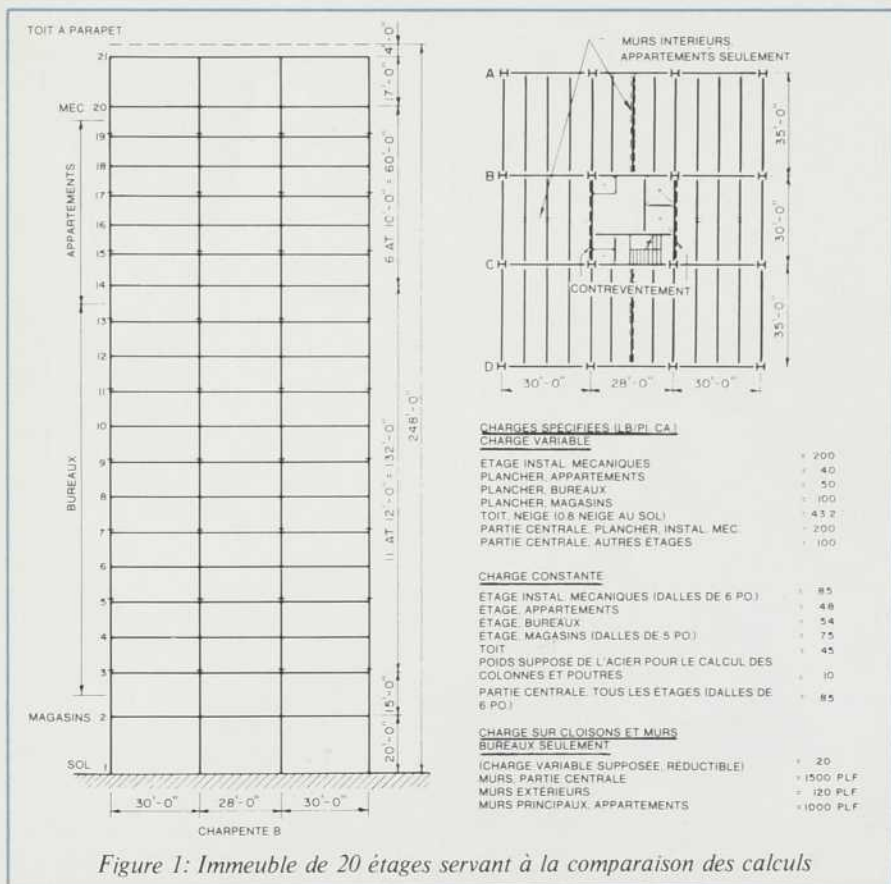

Figure 1: Immeuble de 20 étages servant à la comparaison des calculs
M. D. J. Laurie Kennedy, doyen de la faculté d'ingénierie de l'Université de Windsor, Ont., déclare qu'une étude portant sur un immeuble de 20 étages fournissant une vaste gamme de variables, a montré que la méthode de calcul des états limites donnait une charpente comparable à celle calculée par la méthode des tensions de travail, en apportant une économie de 5 p. cent sur le poids de l'acier (voir Fig. 1).